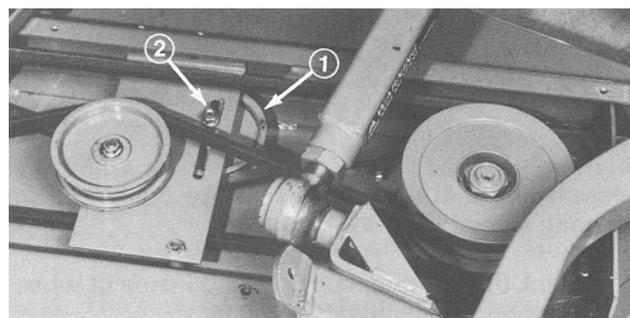

Figure 28
4. Montez une courroie dans la gorge de la poulie inférieure de l'axe gauche, glissez la courroie sous la plaque de montage de la poulie de tension de courroie et installez-la autour de la poulie d'axe centrale. Tendez la courroie avec la poulie de tension et serrez l'écrou à collerette de la poulie de tension (Fig. 28).